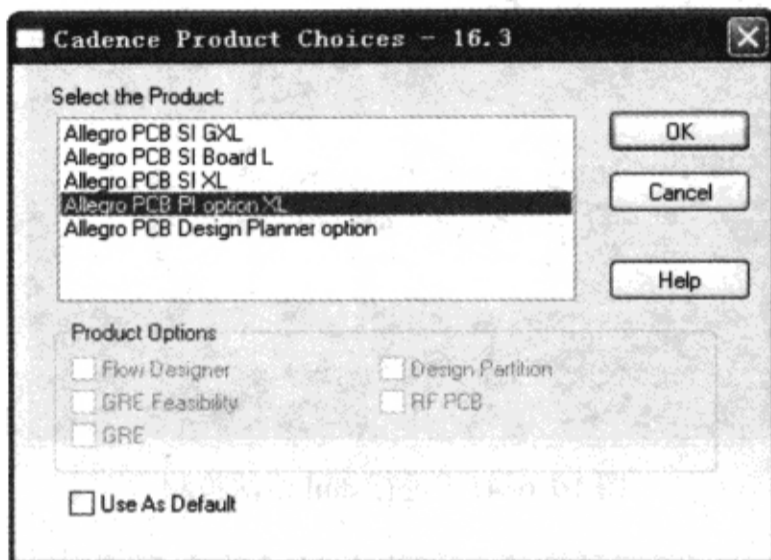

图 10-6-44 “Cadence Product Choices-16.3”对话框
(1) 执行菜单命令“开始”→“所用程序”→“Cadence”→“Release 16.3”→“PCB SI”，弹出“Cadence Product Choices-16.3”对话框，如图 10-6-44 所示。